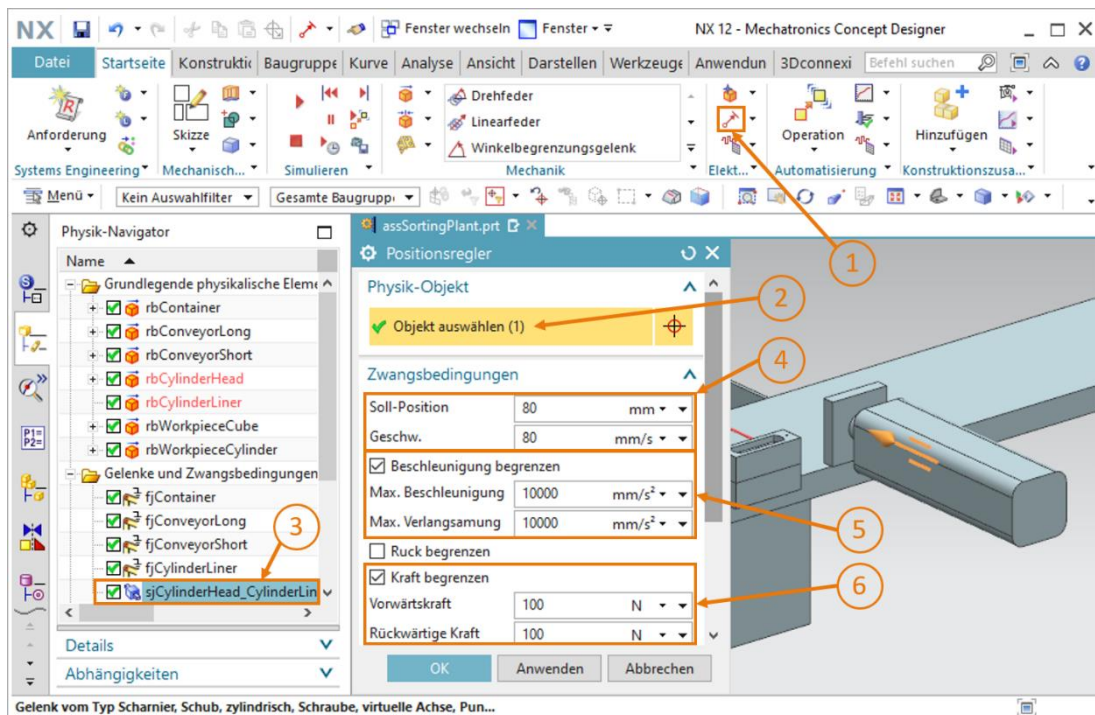

Abbildung 38: Erstellen eines Positionsreglers zum Ausfahren für den Abschieber
→ Navigieren Sie in die Menüleiste "Elektrik" und selektieren Sie unter dem Dropdown-Menü für Aktoren den Befehl "**Positionsregler**" (siehe Abbildung 38, Schritt 1). Es öffnet sich das Befehlsfenster "Positionsregler". Unter dem Reiter "**Physik-Objekt**" wählen Sie Ihr in Kapitel 7.5 erstelltes **Schubgelenk** aus (siehe Abbildung 38, Schritt 2 + 3). Geben Sie im Reiter "Zwangsbedingungen" die folgenden Werte für die Parameter vor:
- Eine **Soll-Position** von **80 mm** und eine **Ausfahrgeschwindigkeit** von **80 mm/s** (siehe Abbildung 38, Schritt 4)
- "**Beschleunigung begrenzen**" aktivieren Sie mit einem Wert von **10000 mm/s²** für die maximale Beschleunigung und für die maximale Verlangsamung (siehe Abbildung 38, Schritt 5)
- "**Kraft begrenzen**" aktivieren mit einem Wert von **100 N** für die Vorwärtskraft und für die rückwärtige Kraft (siehe Abbildung 38, Schritt 6)